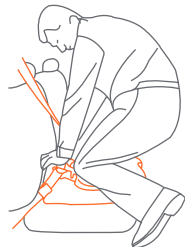

Fig. 40-3
6. La instalación apropiada del Asiento de Seguridad ó Base requiere que el cinturón de seguridad esté muy ajustado. Para apretar el cinturón de seguridad, empuje hacia abajo con fuerza con su rodilla ó mano sobre el Asiento de Seguridad ó Base mientras jala y aprieta el cinturón de seguridad. **Verifique que el cinturón de seguridad no esté flojo en cualquier lado del Asiento de Seguridad ó Base, ó en ninguna parte a lo largo del camino del cinturón, y que el cinturón esté ajustado de punta a punta.** (Fig. 40-3 and 40-4)